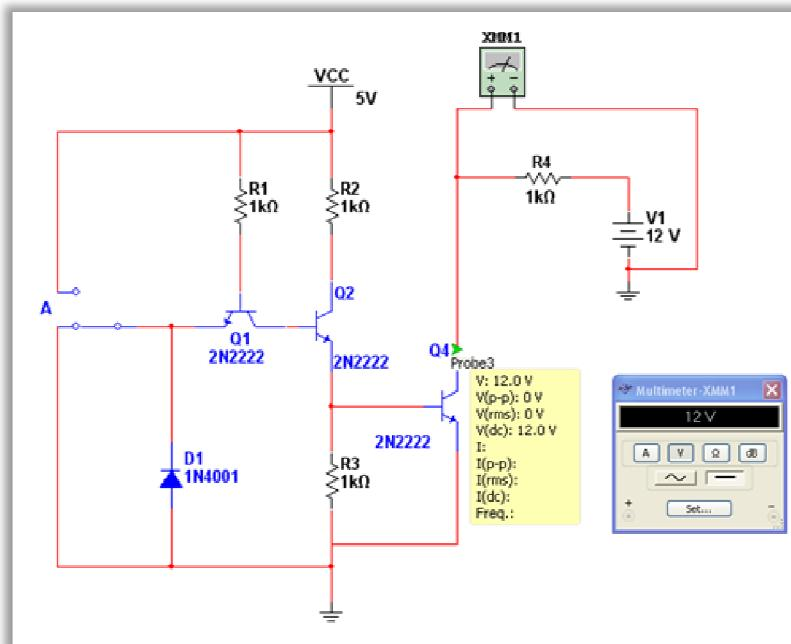
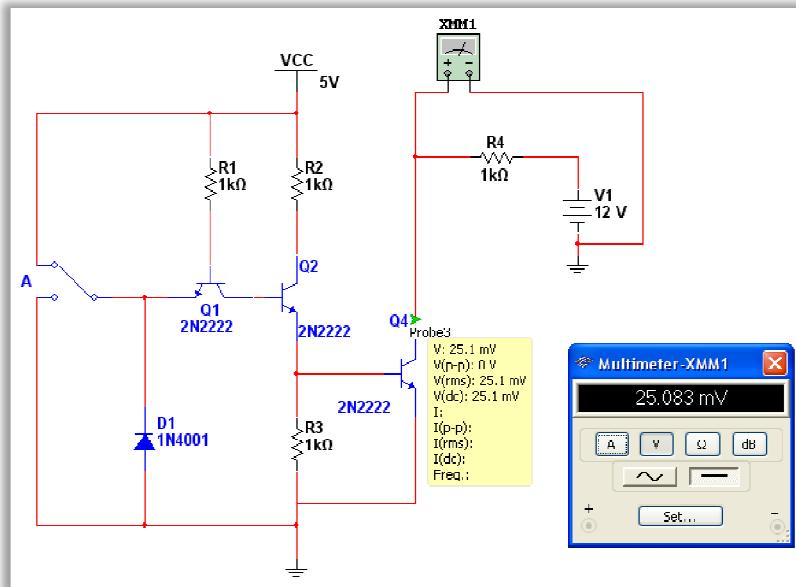

Figura 3.2-2
Figura 3.2-3
2. Conecte el circuito conforme a la Figura 3.2-2
4. En las Figuras 3.2-2 y 3.2-3 puede observar la simulación que se llevo a cabo de todo este circuito, y donde se utilizo un Multímetro para medir el voltaje a la salida. Vemos que en el primer caso, representado por la Figura 3.2-2, cuando tenemos un 0 lógico, a la salida obtendremos el 1 lógico, y en la Figura 3.2-3 observamos lo contrario.